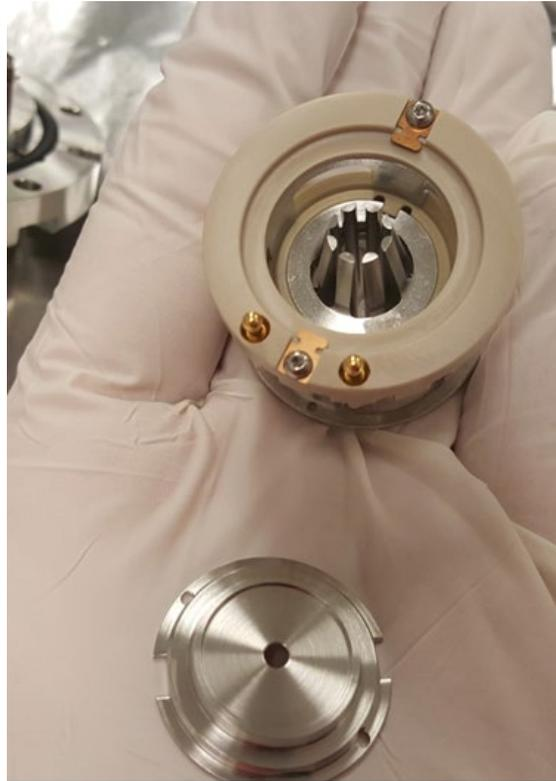

Figure 114 : pièce L0 séparée de l'ensemble
- 11) Tournez la pièce L0 avec l'outil jusqu'à ce que les encoches rectangulaires s'alignent avec les doigts en cuprobéryllium. Renversez l'ensemble Q00/L0 et la pièce L0 devrait se désolidariser de l'ensemble. Voir Figure 114 : pièce L0 séparée de l'ensemble.